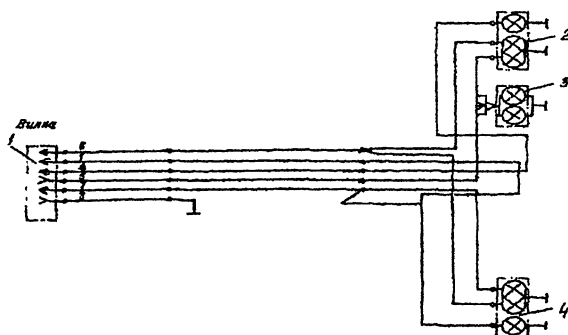

Рис. 12 – Схема электрическая принципиальная:
4.3.3. Система электрооборудования полуприцепа однопроводная, с массой соединены отрицательные полюсы потребителей тока. Номинальное напряжение 12В. Схема электрическая принципиальная изображена на рис.12.